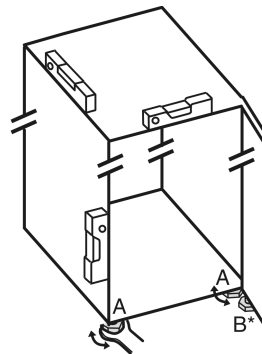

Fig. 4
- ▶ Stellfüße Fig. 4 (A) mit beiliegendem Gabelschlüssel und mit Hilfe einer Wasserwaage herausdrehen, bis das Gerät fest und ebenstehend ausgerichtet ist.
- ▶ Stellfuß Fig. 4 (B) am Lagerbock mit beiliegendem Gabelschlüssel herausdrehen, bis er auf dem Boden aufliegt.
- ▶ Stellfuß Fig. 4 (B) um 90° weiter drehen.